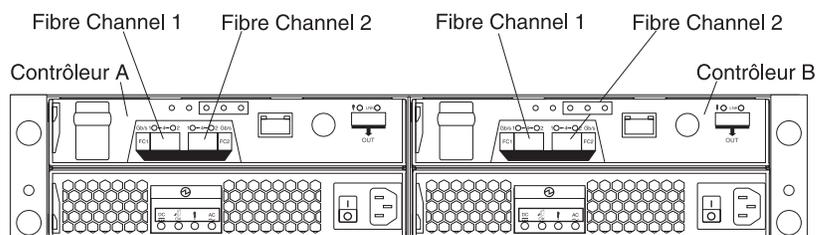

Figure 40. Emplacement des connecteurs hôtes sur les contrôleurs RAID du DS3400
2. Connectez les câbles Fibre Channel aux modules SFP des ports hôtes des contrôleurs RAID du DS3400 ainsi qu'aux modules SFP du commutateur Fibre Channel ou au connecteur de l'interface optique des adaptateurs de bus hôtes. La figure 40 présente l'emplacement des ports sur les contrôleurs RAID du sous-système de stockage DS3400 auxquels se connectent les câbles du système hôte.